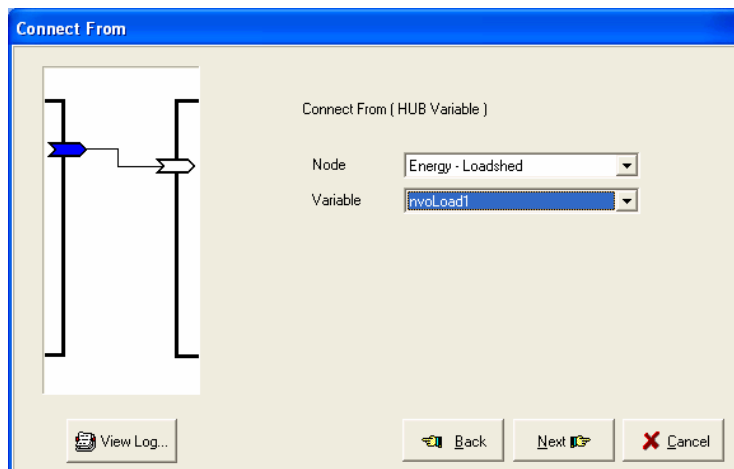

Figure 18 – Connexion provenant de...
- 7- Dans la liste déroulante **Node** de la boîte **Connect From** (Figure 18), sélectionner le nœud du module concerné (**Energy - Loadshed**).